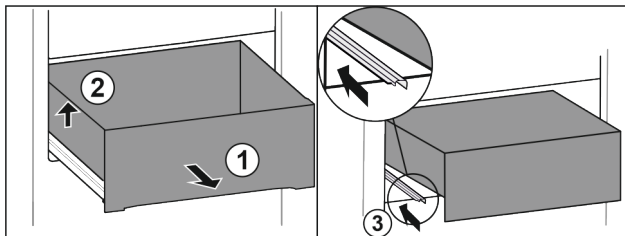

Fig. 126
- Izvadite ladicu do graničnika. Fig. 126 (1)
- Podignite ladicu lijevo. Fig. 126 (2)
- Gurnite lijevu vodilicu. Fig. 126 (3)